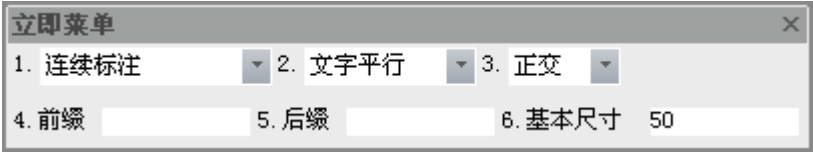

图 3-21 连续标注立即菜单 1
- 1) 如拾取一个已标注的【线性尺寸】，则该线性尺寸就作为【连续尺寸】中的第一个尺寸，并按拾取点的位置确定尺寸基准界线，沿另一方向可标注后续的尺寸，此时相应的立即菜单如图 3-21 所示。